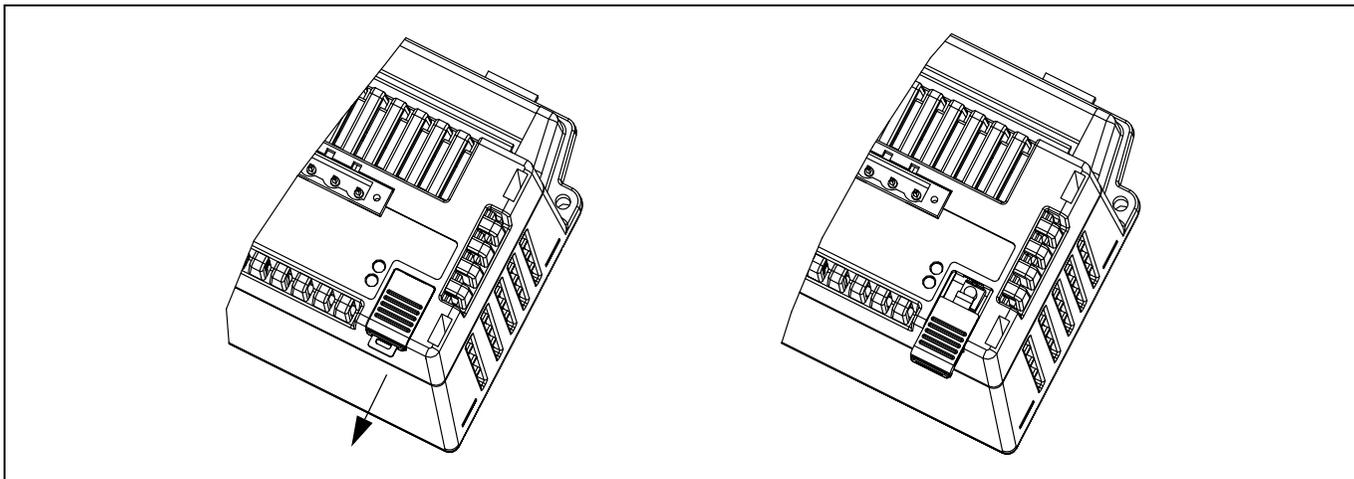

Figure 4–12 : Ouverture de la porte d'accès
2. Faites coulisser la porte comme illustré à la Figure 4–12.
3. Pour décharger l'électricité statique, placez brièvement une main sur une surface métallique mise à la masse, puis maintenez le bouton de verrouillage enfoncé quelques secondes jusqu'à ce que le voyant LED soit allumée (reportez-vous à la Figure 4–13).